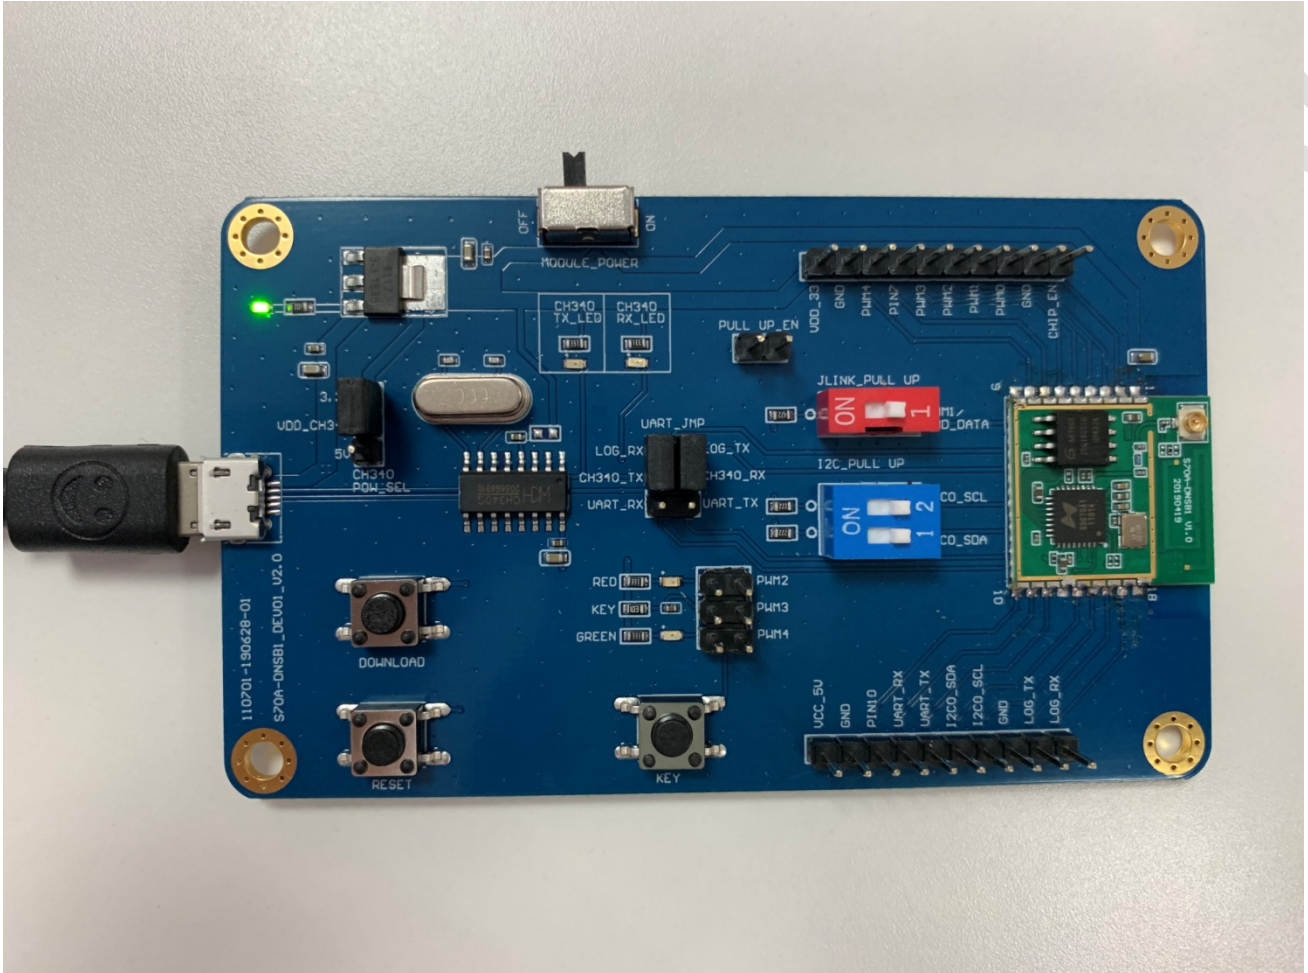

图 4-6
5、使用 USB 线缆连接电脑与开发板，USB 电源指示灯长亮，开发板上开关为 OFF 状态，如图 4-6，跳线帽如图连接；